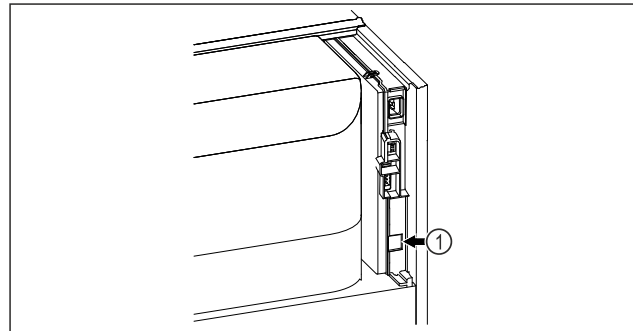

Fig. 128
- SmartModule Fig. 128 (1) установлен.